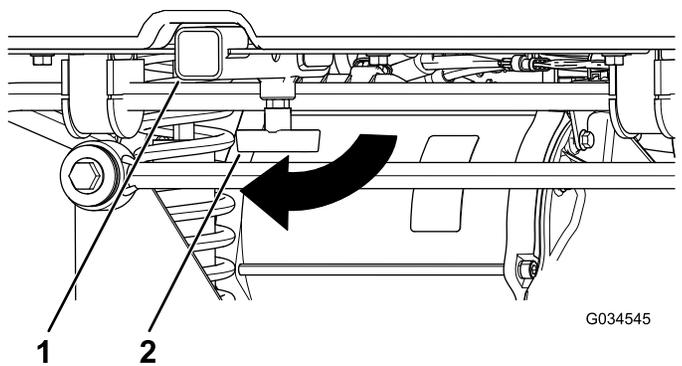

图 15
1. 顺时针旋转“T”形手柄松开手柄图 15。
2. 将配件插入接收器直至孔对齐图 15。